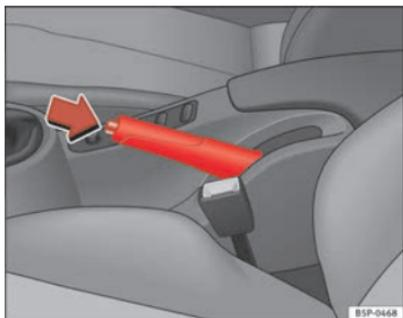

Fig. 148 Frein à main serré entre les sièges avant
- Serrez le frein à main à fond en relevant le levier ⇒ fig. 148.
- Soulevez légèrement le levier du frein à main, appuyez sur le bouton de déblocage dans le sens de la flèche ⇒ fig. 148 et abaissez le levier au maximum ⇒ ⚠.